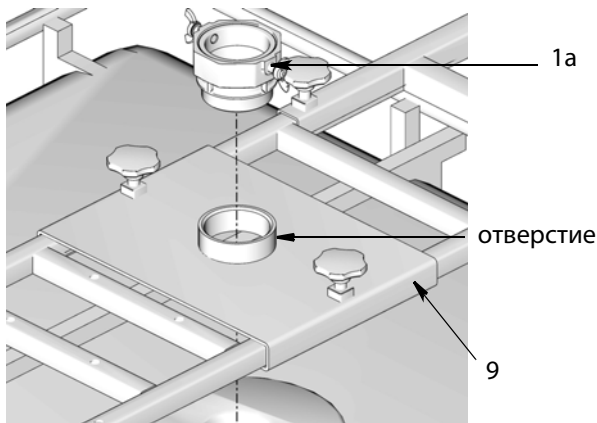

Рис. 10
2. Только для моделей со стандартной трубной резьбой **NPT** и с цилиндрической резьбой **BSPT**: нанесите резьбовой герметик на резьбу всасывающей трубки или шланга (3), затем вставьте конец всасывающей трубки или шланга в корпус входа насоса (1) (Рис. 10).